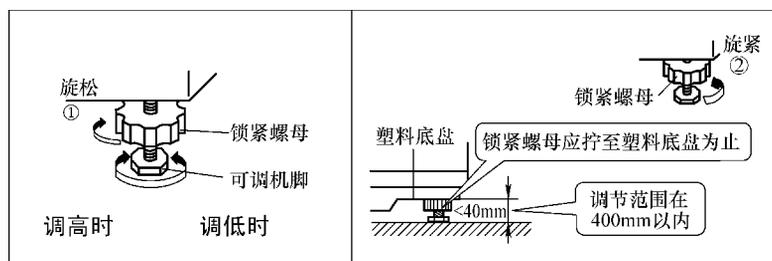

图 6-64 调整可调机脚的示意图
如图 6-64 所示，将锁紧螺母沿箭头方向①旋松，再旋转可调机脚调整机身的平稳。调整完毕后，将锁紧螺母沿箭头方向②旋紧即可。